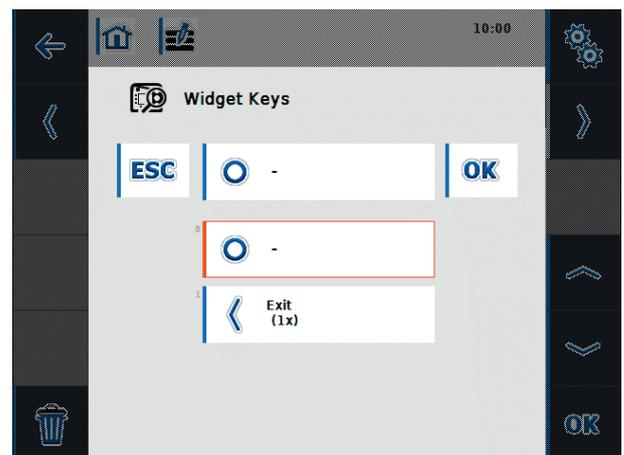

Figure 6-6: Pop-up de touches du widget
3. Pour placer des touches widget dans la mise en page, sélectionner une cellule de touche logicielle dans la zone principale et affecter les touches widget souhaitées à la liste (voir Figure 6-6).